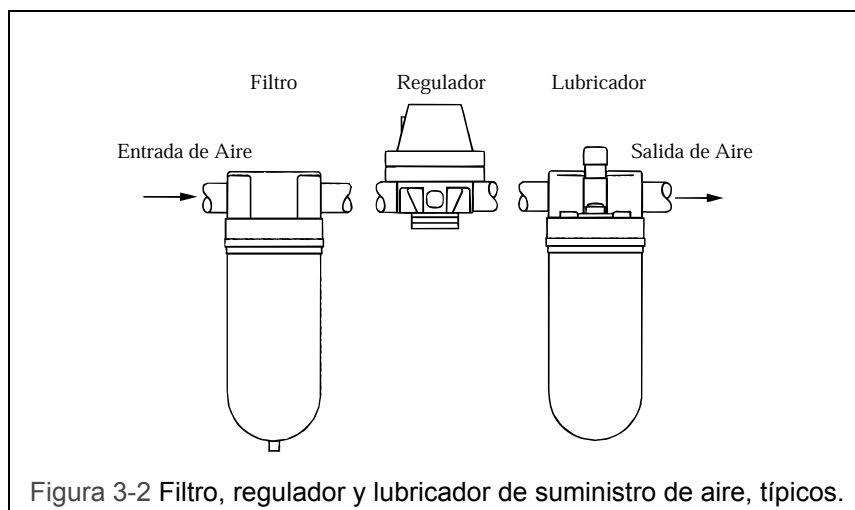

Figura 3-2 Filtro, regulador y lubricador de suministro de aire, típicos.
- El filtro, el regulador (si así está equipado), y el lubricador deben estar colocados en el orden mostrado en la Figura 3-2.